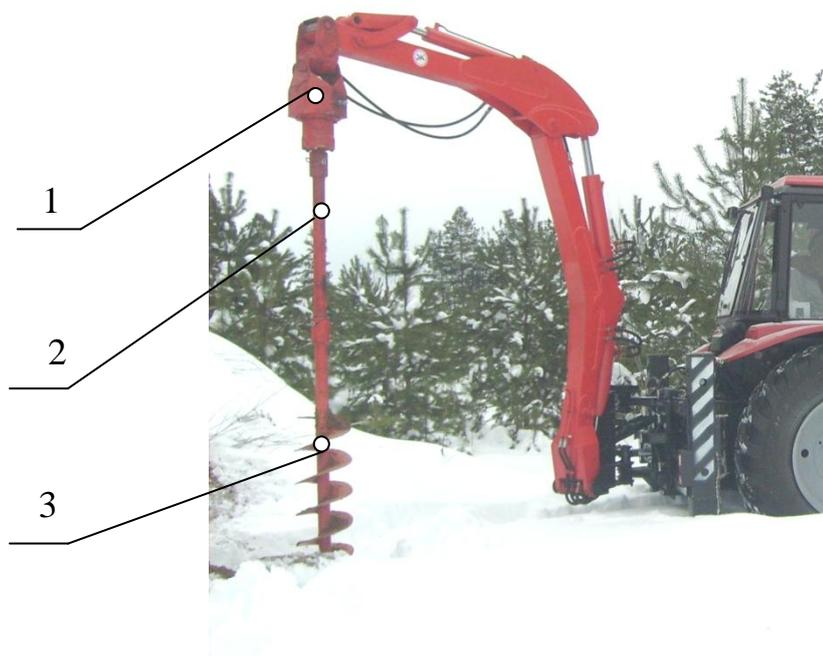

Рисунок 1. Общий вид и основные узлы Бура гидравлического Э-01-060 с установкой на ЭБП-11
- Узел привода вращения бура (поз. 1 рис. 1), в который входит Крестовина, при помощи которой он навешивается на Рукоять экскаватора, и Подвеска, в которую устанавливается Гидромотор и Шпindelный узел привода вращения Бура;
- Удлинитель (поз. 2 рис. 1), который предназначен для увеличения глубины бурения;
- Бур (поз. 3 рис. 1), который является рабочим инструментом и может изготавливаться различных исполнений, в зависимости от диаметра.
- в сливной рукав (от гидрораспределителя в бак) врезается Тройник Э-01-60.06 (см. рис. 1);